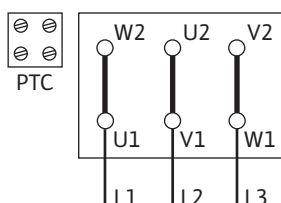
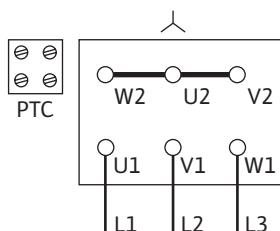

Fig. 10: Y-Δ-start
Fig. 11: Y-schakeling
- De netaansluiting is afhankelijk van het motorvermogen P2, de netspanning en het inschakeltype. De vereiste schakeling van de verbidingsbruggen in de klemmenkast vindt u in de volgende tabel en Fig. 10, 11 en 12.
| Direct        | Δ-schakeling(Fig. 10)                       | Y-schakeling(Fig. 11) | Δ-schakeling(Fig. 10 boven)                 |